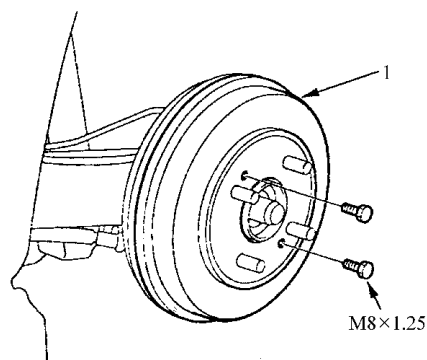

图 6-47 拆卸制动鼓
3) 松开驻车制动器,如图 6-47 所示,将两个 $M8 \times 1.25$ 螺栓旋进制动鼓,使其与轮毂分离。每次将每只螺栓旋转两圈,以防制动鼓过度撬起。拆卸制动鼓。